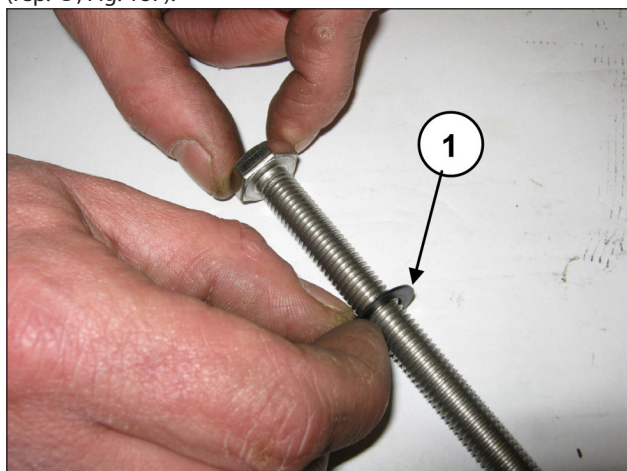

Fig. 187
Enfiler la rondelle Ø10x18x0.9 sur la vis de fixation du piston (rep. ①, Fig. 187).